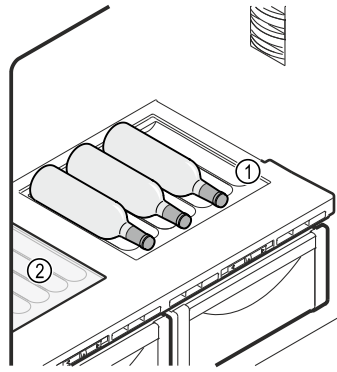

Fig. 232 Примерное изображение
- ▶ Установите стеклянную пластину Fig. 232 (2) под сменной полкой для хранения бутылок.